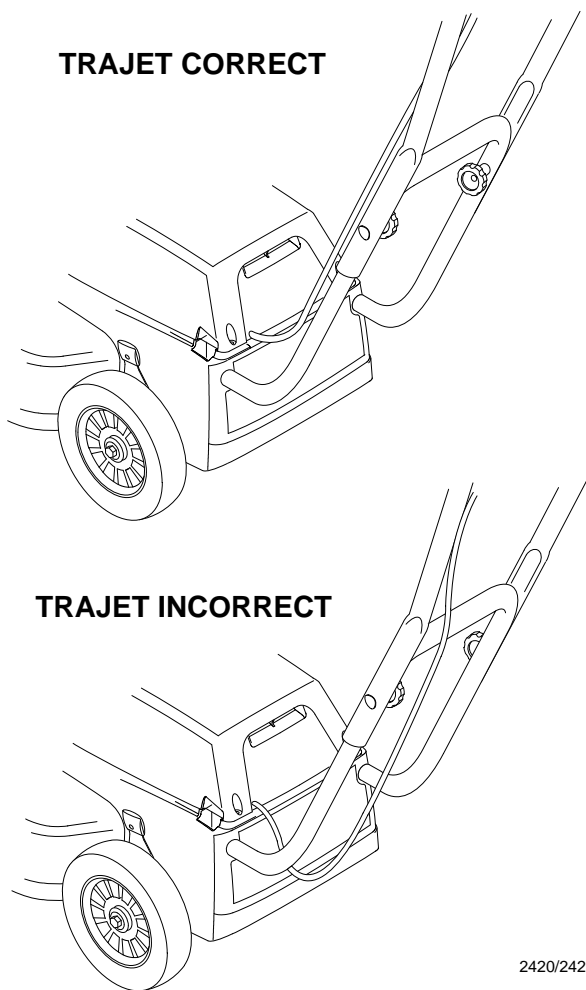

Figure 2
**IMPORTANT:** Le câble de commande doit passer au-dessus et non en dessous du mancheron (Fig. 2).